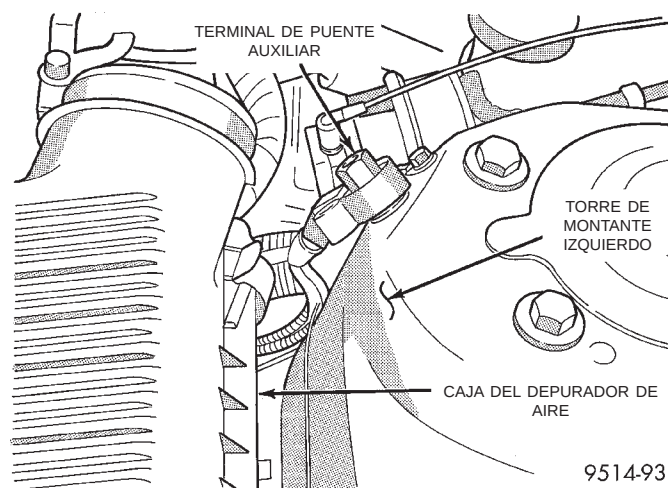

Fig. 22 Terminal de puente auxiliar
(1) Realice el procedimiento de descarga de presión del sistema de combustible **antes de intentar realizar cualquier reparación.**
(2) Desconecte el cable negativo del terminal de puente auxiliar (Fig. 22).
(3) Retire el resonador de entrada de aire. Para informarse sobre el procedimiento, consulte el grupo 14, Sistema de combustible.
(4) Desconecte el racor de conexión rápida del tubo de alimentación de combustible situado en el conjunto de tubo distribuidor. Para informarse sobre el procedimiento, consulte el grupo 14, Sistema de combustible.
(11) Conecte el cable negativo al terminal de puente auxiliar (Fig. 22).
(12) Con la herramienta de exploración DRB, realice la prueba del sistema de combustible de ASD (relé de parada automática), a fin de presurizar el sistema y comprobar si existen pérdidas de presión.